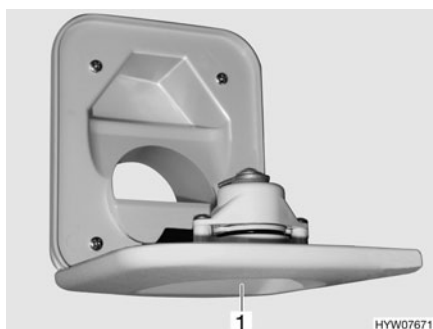

Fig. 223 Bec de remplissage d'eau fraîche pour les toilettes
- Ouvrir le bec de remplissage d'eau fraîche pour les toilettes (Fig. 223,1) au-dessus du portillon de la cassette Thetford et le faire pivoter vers le bas.